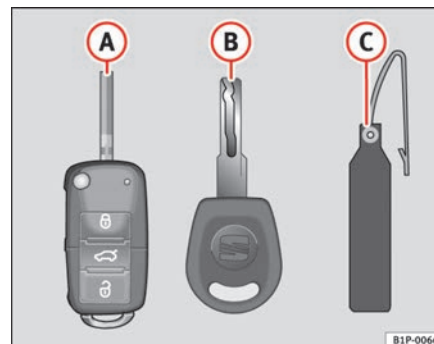

Abb. 62 Schlüsselsatz
- Funkschlüssel ⇒ Abb. 62 **A** mit ausklappbarem Schlüsselbart
Nur anhand der Schlüsselnummer auf dem Kunststoffanhänger ⇒ Abb. 62 **B** können Schlüssel nachgemacht werden. Deshalb: